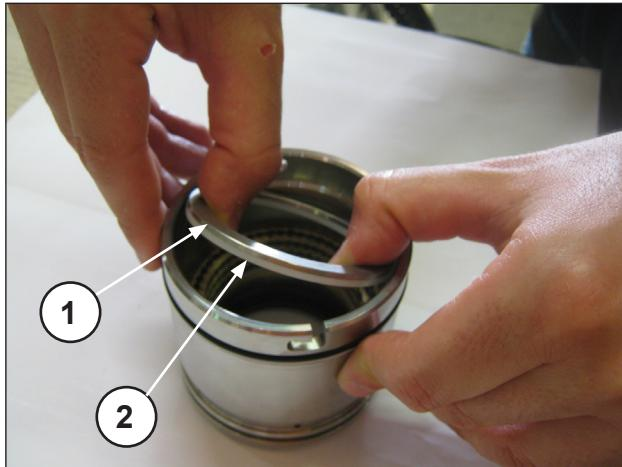

Fig. 162
Separar el soporte de juntas de la camisa, desmontar la anilla del muelle y la anilla de retén (pos. ①②, Fig. 162) para acceder a las juntas de presión (pos. ①, Fig. 163).